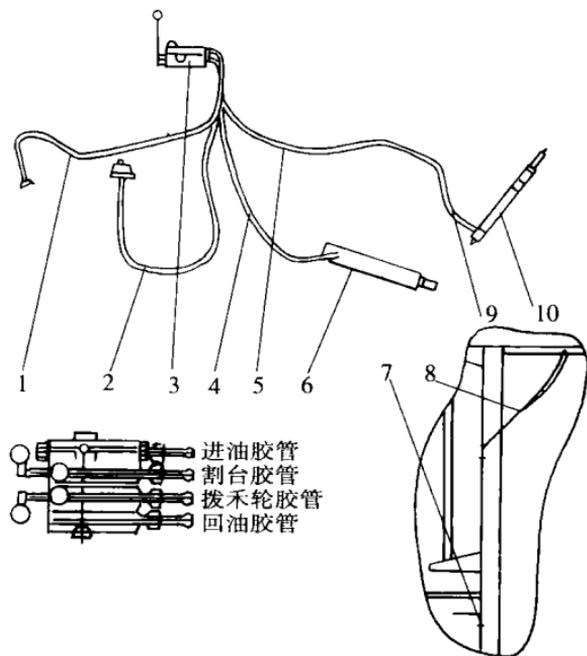

图2 液压系统安装图
(1) 拆下原拖拉机动力输出轴后桥端盖螺栓，将随机带的等长双头螺柱分别装到相应螺纹孔中，紧固牢靠。
(2) 将动力输出箱总成安装到螺柱上。安装时动力输出链轮位于拖拉机右侧（从后向前看）。
(3) 拆下拖拉机的提升器上盖螺栓，将随机提供的卡套式铰接接头安装到提升器上盖螺孔处，再将油管装在卡套式铰接接头上。
(4) 拆下拖拉机后桥上的加油口盖，换上收获机附带的接头。
7. 液压系统的安装（图2） 首先将双路操纵阀安装到后悬挂架右侧，然后使用相应油管，连通各回路。油管接头应紧密良好，不得有渗漏现象。